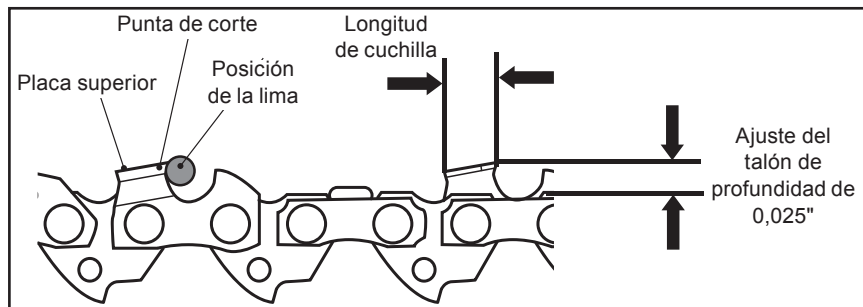

Fig. 42
9. Utilice un instrumento de medición del talón de profundidad para comprobar la altura de este. La mayoría de los principales proveedores de herramientas pueden suministrarle dispositivos de medición del talón de profundidad (Fig. 42).